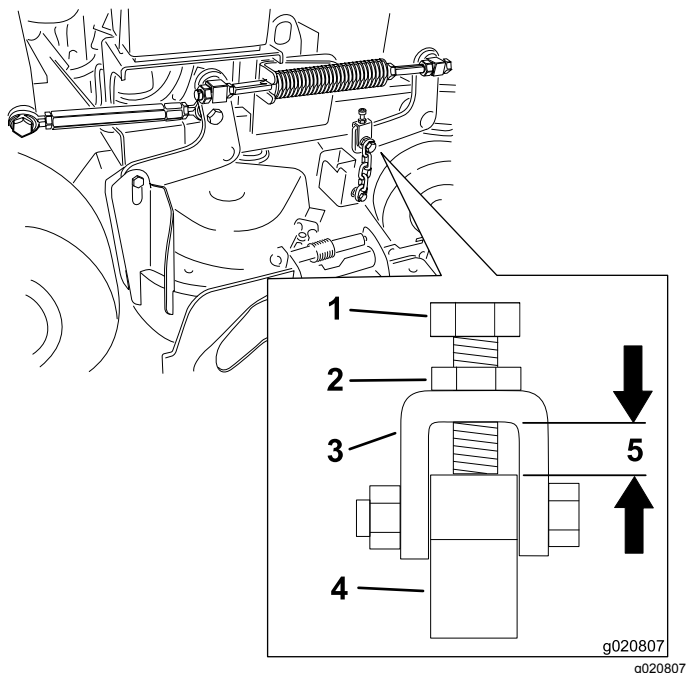

Figura 82
Nota: Esta distância tem de ser de 11 mm, como se mostra na Figura 82.
6. Se for necessário ajustar, desaperte o parafuso da corrente superior (Figura 82).
7. Desaperte a porca de bloqueio e ajuste o parafuso de ajuste para conseguir a distância correta mostrada na Figura 82.